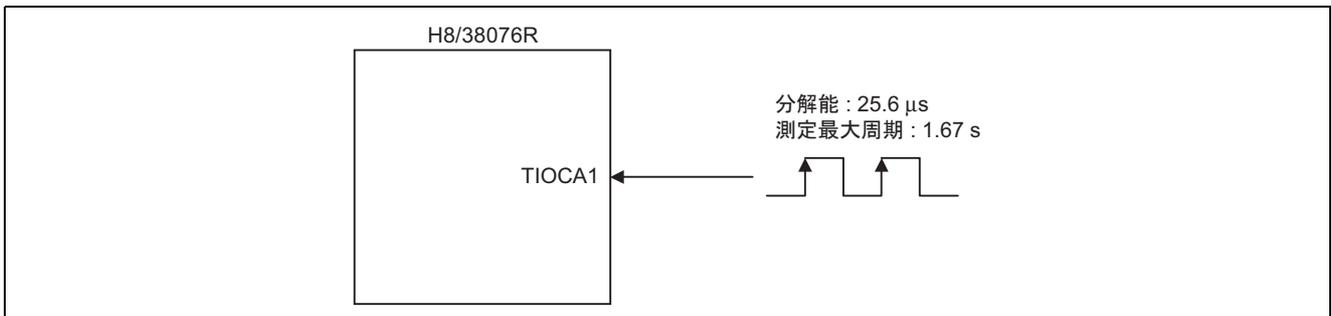

図 1 TPU インพุットキャプチャ機能によるパルス周期測定例
- 図 1 に TPU インพุットキャプチャ機能によるパルス周期測定例を示します。